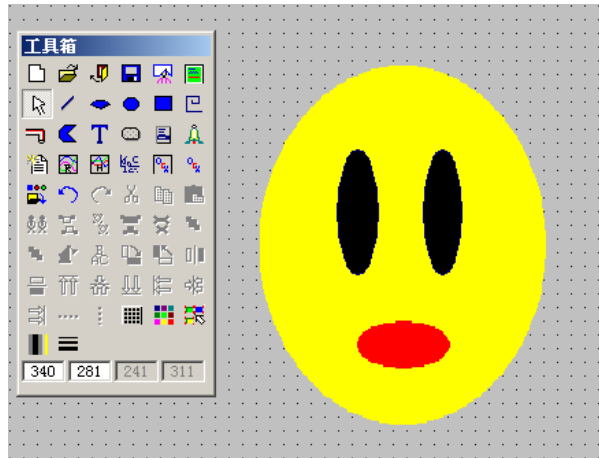

图 4.63 点位图透明 1
- ✧ **方法 1:** 在粘贴之前选中点位图对象，然后执行“编辑\点位图透明”或是单击右键执行“透明化”，在调色板中指定要透明化的颜色（本示例选择蓝色作为要透明化的颜色），最后粘贴点位图。如图 4.63 所示。